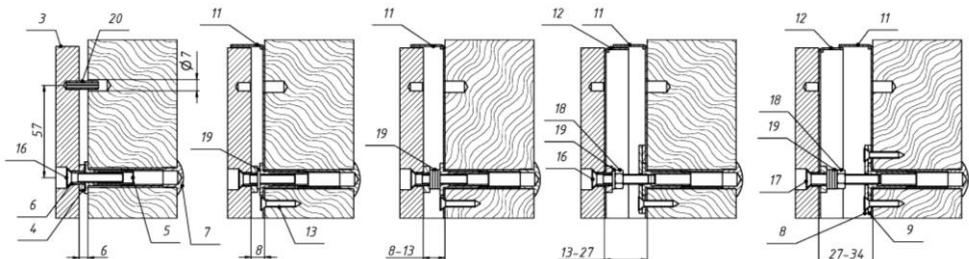

Рисунок 7
5.7 При расстоянии от якоря до полотна двери 6 мм (рисунок 7) необходимо сверлить отверстие под штифт Ø7 мм. Для других размеров фиксация от поворота якоря осуществляется кожухом (11) фиксированным саморезами (13).